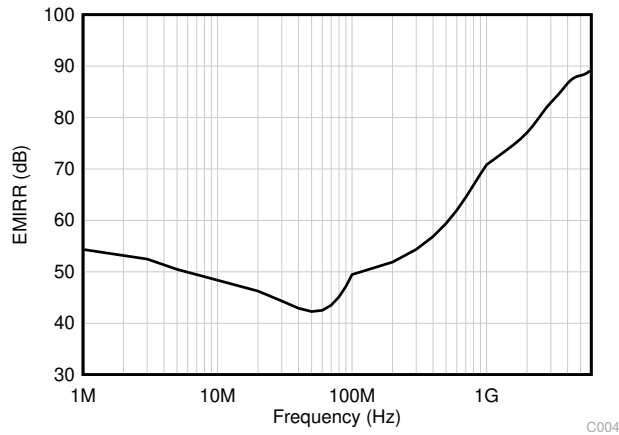

图 7-1. EMIRR 测试
TLV915x-Q1 使用集成电磁干扰 (EMI) 滤波来减少无线通信以及混合使用模拟信号链和数字元件的高密度电路板等干扰源产生的 EMI 影响。通过电路设计技术可改进 EMI 抗扰度；TLV915x-Q1 受益于这些设计改进措施。德州仪器 (TI) 已经开发出在 10MHz 至 6GHz 扩展宽频谱范围内准确测量和量化运算放大器抗扰度的功能。图 7-1 展示了对 TLV915x-Q1 执行该测试的结果。表 7-1 展示了 TLV915x-Q1 在实际应用中通常会遇到的特定频率下的 EMIRR IN+ 值。运算放大器的 EMI 抑制比应用报告包含了与运算放大器相关的 EMIRR 性能主题，该报告可在 www.ti.com 上下载。